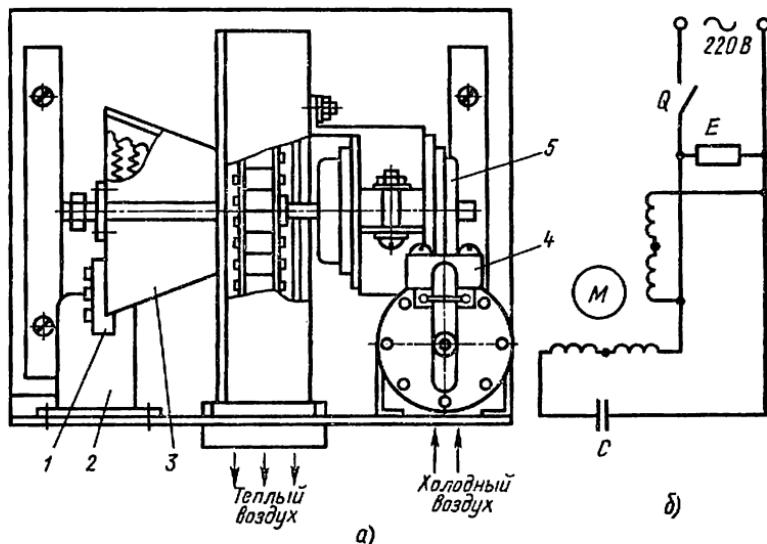

Рис. 39. Общий вид (а) и схема (б) электрорукооосушителя
**Рукоосушитель** предназначен для осушивания рук после мытья и используется вместо полотенца (рис. 39, а, б). Возможные повреждения: перегорание нагревательного элемента, повреждения кнопки «пуск» и электродвигателя вентилятора.